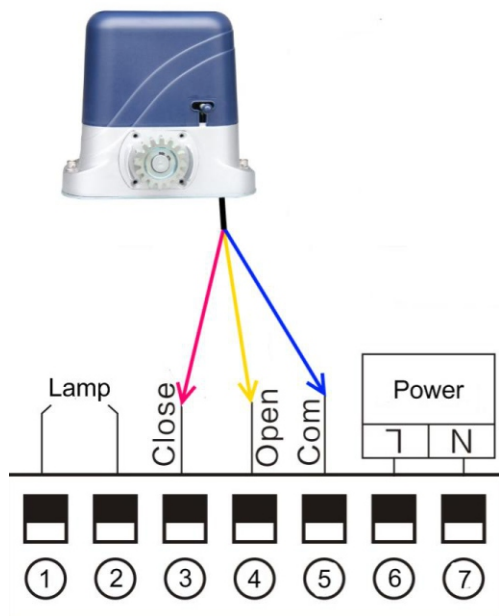

Рисунок 8
14.2.1.Установка привода справа от ворот. (Смотрите **рисунок 8**)